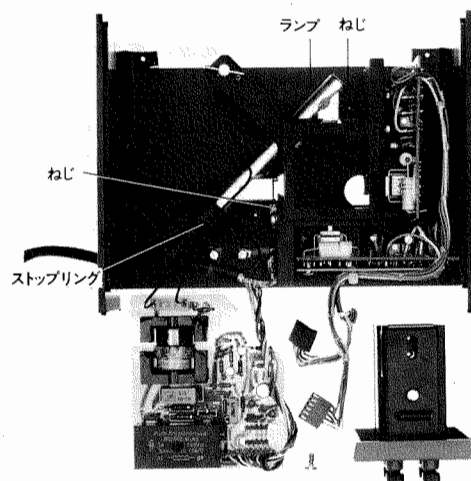

図9. オプティカルユニットの内部構造。ランプ伝導回路ボードを取りはずしたところ。
5. ケースを前に引っぱってはずす。図9参照のこと。
6. allen key(2.5mm)を使ってランプホルダーとランプを固定しているふたつのねじのうちの上の方を緩める。絶縁スリーブとワッシャーの位置に注意する。
7. ランプホルダーの下側のストップリングをallen key(3mm)でゆるめて、ランプをP.C.ボードからはずす。